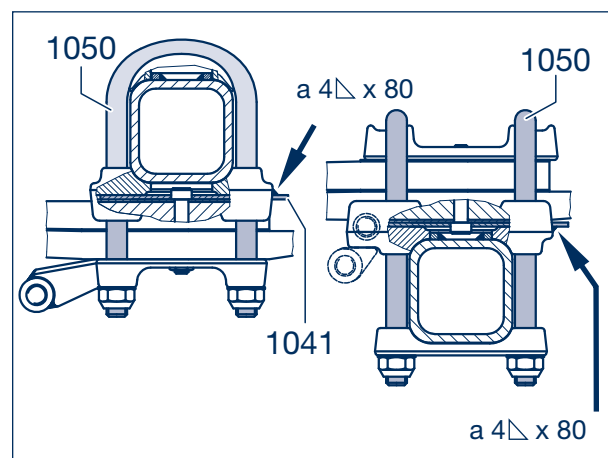

Рисунок 5
- [7] Снова приварить центрирующие пластины (если имеются) к опорным площадкам (рис. 5/стрелки).